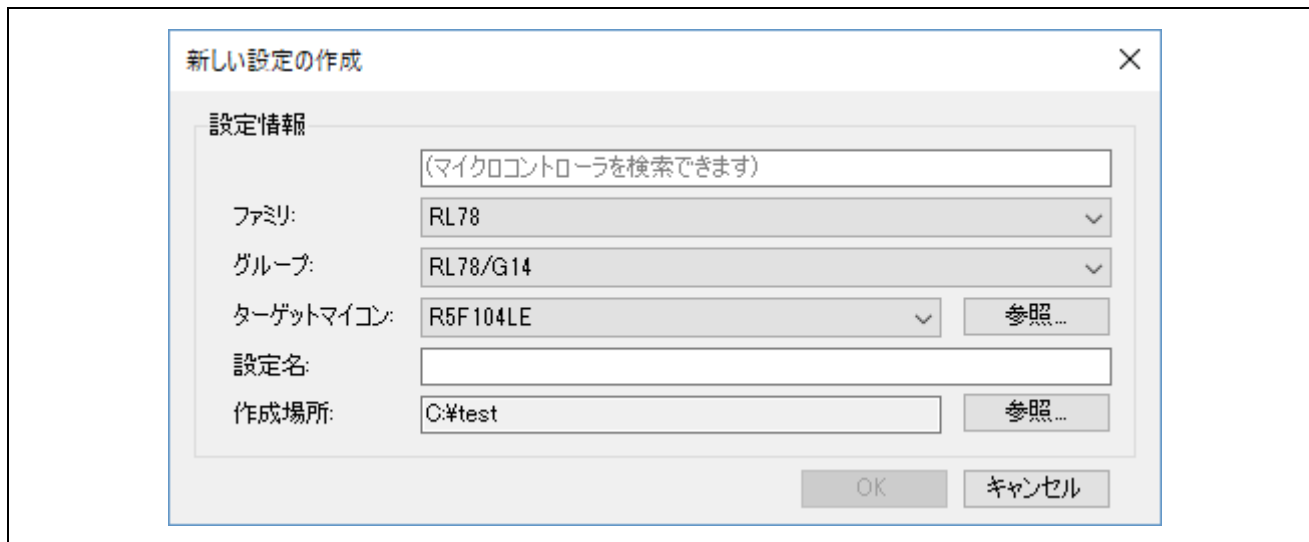

図 4.22 新しい設定の作成ダイアログボックス
- ② 新規に ESF ファイルを作成します。ファミリー、グループ、ターゲットマイコン、設定情報を図 4.22 のように設定し、OK ボタンを押します。